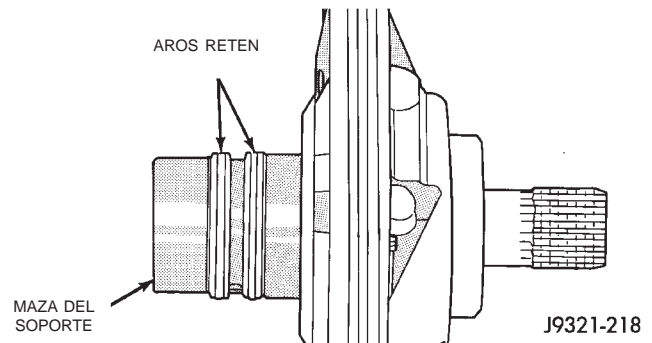

Fig. 128 Posición de los aros retén en la maza
(6) Instale una arandela de empuje nueva en la maza del soporte del eje de reacción. Lubrique la arandela con líquido para transmisiones o vaselina.
(7) Si se reemplazan los aros retén del eje de reacción, instale aros retén nuevos en la maza del soporte (Fig. 128). Lubrique los aros retén con líquido para transmisiones o vaselina después de la instalación. Apriete cada aro hasta que los extremos estén enganchados en forma segura.